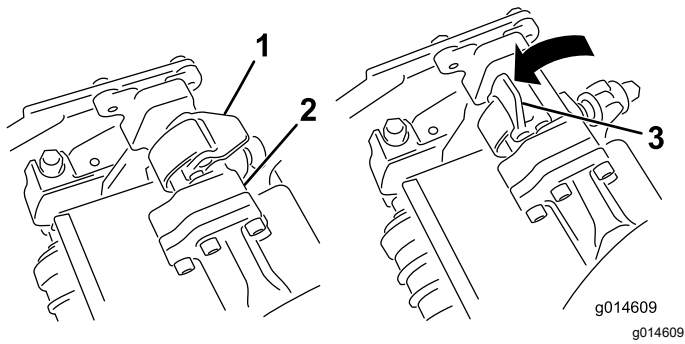

Figura 62
4. Abra los enganches de la barra del brazo de suspensión (Figura 62) y empuje hacia abajo el brazo de suspensión hasta que la barra encaje sobre ambos brazos de inclinación de la unidad de corte, y asegúrese de que los cierres pasan por debajo del travesaño de la unidad de corte (Figura 63).
- Presione los enganches hacia abajo alrededor de la barra de la unidad de corte y bloquéelas (Figura 62).
6. Abra los enganches de la barra del brazo de suspensión de la unidad de corte que está retirando (Figura 62).